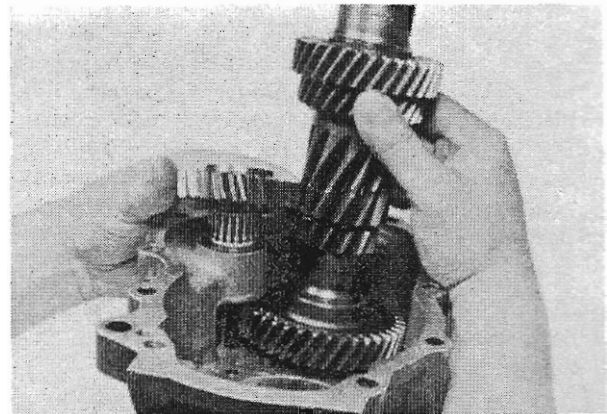
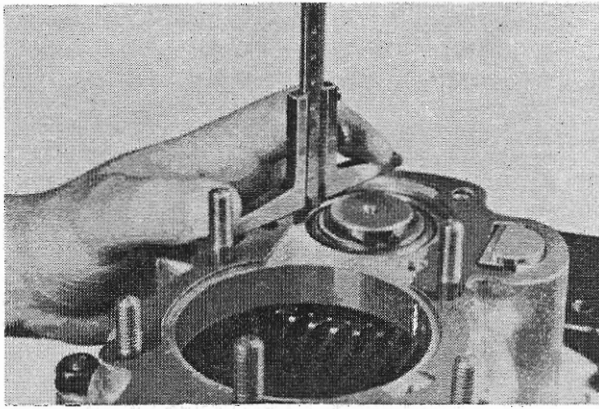

Abb. 42
Abb. 44
1. Wenn ein neuer Rücklaufbolzen (507) in den Gehäusedeckel gepreßt werden muß, so ist darauf zu achten, daß die Ausfräsung des Bolzens zur Vorgelegewelle gerichtet ist. (Im eingebauten Zustand steht das 5. Gangrad (309) der Vorgelegewelle in dieser Ausfräsung!)
Sicherungsblech (508) in die aus dem Deckel ragende Nut des Rücklaufbolzens stecken. Rücklaufbolzenschieben und den umgebogenen Lappblech stramm sitzt (siehe hierzu auch Abb. 44).
2. Anlaufscheibe (505) auf den Lagerzapfen des Rücklaufbolzens so weit einpressen, bis das Sicherungsblech der Scheibe in die Nut des Gehäuses einhängen. Nadelkäfig (503) auf die Anlaufscheibe (505) legen und Zylinderstift (506) in die Bohrung des Rücklaufbolzens stecken.
3. Einen Lageraußenring (303) mit dem kleinen Durchmesser nach außen in den Gehäusedeckel pressen. Vormontierte Vorgelegewelle in den Deckel stecken. Rücklaufgrad (504) mit dem Bund nach oben über den Nadelkäfig (503) schieben (Abb. 42). Anlaufscheibe (502) auf das Rücklaufgrad legen. Die Nut am Innendurchmesser steht über dem Zylinderstift. Sicherungsring (501) einfedern.
2. Dichtung (801) auf den Gehäusedeckel legen. Vorgelegewelle mit den Lagern in Richtung Einstellplatte schlagen (bis zur Anlage des vorderen Lageraußenringes an der Platte). Mit einem Tiefenmaß den Spalt zwischen dem Lageraußenring auf der Abtriebsseite und der Planfläche des Gehäusedeckels mit aufgelegter Dichtung messen (Abb. 44).